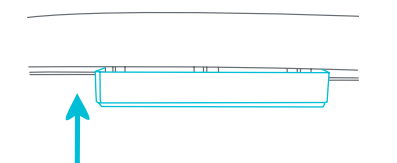

Fig. 15b
- **REINSTALAR:** Empuje el tope en la carcasa completamente (Fig. 15b). Asegúrese de aplicar suficiente presión al insertar los tapones.